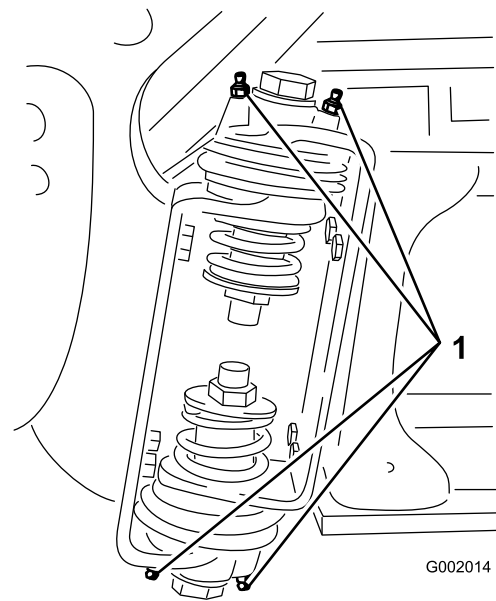

Figura 33
2. Bombee grasa en el cojinete o casquillo de cada punto de engrase Figura 33.